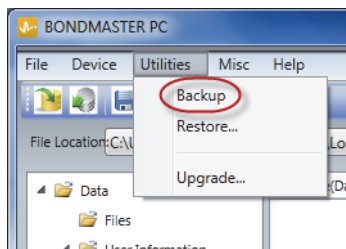

图 7-24 备份指令
2. 在 BondMaster PC 软件的 **Utilities**（功用）菜单中，选择 **Backup**（备份）（参见第 193 页的图 7-24）。